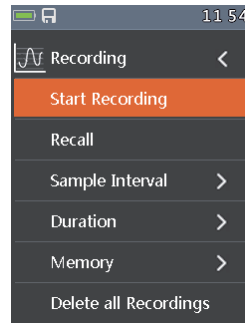

Fig132
- Lo schermo è mostrato sul display.Premere il tasto ▲ o ▼ per selezionare Registrare vocePremere il tasto ► Entra nel menu Registrazione (Fig. 132).